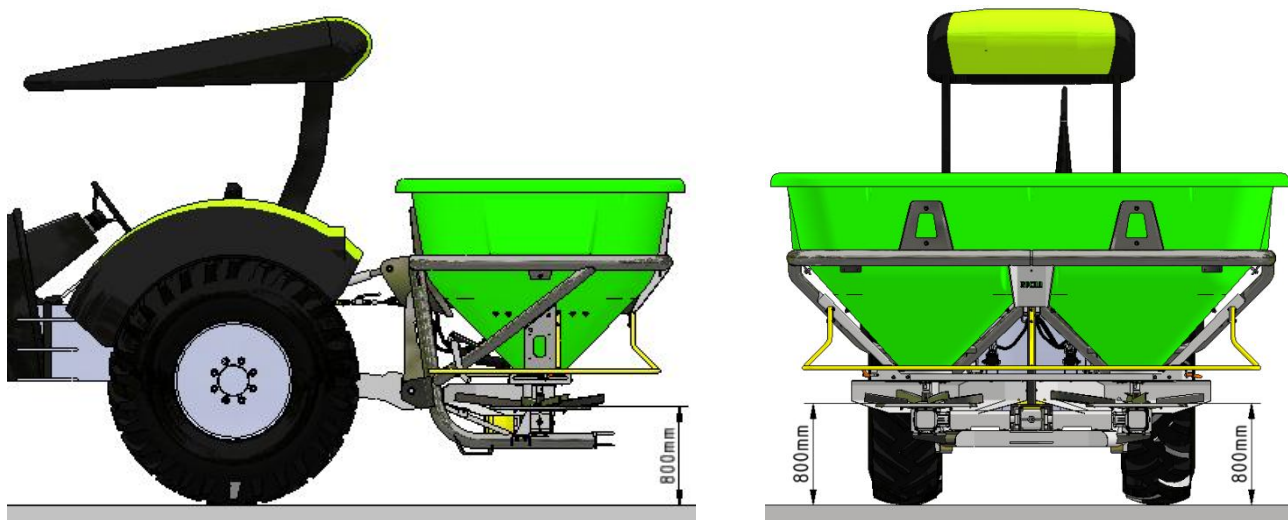

Figura 5.2 – Ex. do ajuste da máquina na posição de trabalho.
- Ajuste a altura de trabalho do Espalhador KC-RD EVO 2000, tomando como referência a distância entre o solo e os pratos de espalhamento (*Figura 5.2*). Depois de ajustar essa dimensão (800mm), deve agora nivelar a máquina em relação ao solo (*Figura 5.2*).